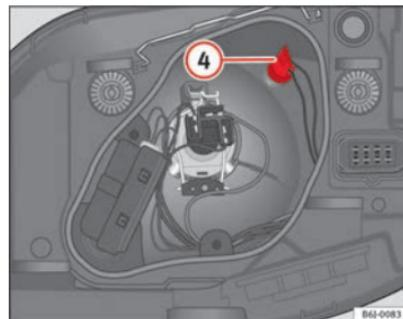

Fig. 155 Luz de posición
- Extraiga el portalámparas ④ ⇒ fig. 155 hacia fuera.